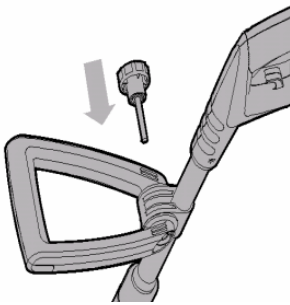
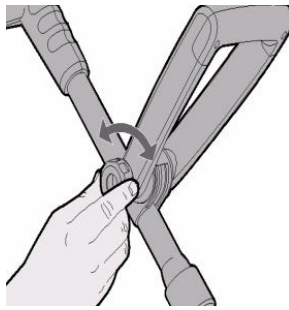

Рисунок 3
Рисунок 4
- встановіть рукоятку (10) на кронштейні, вставте у співпадаючі отвори болт (рисунок 3) і зафіксуйте це положення гайкою (11) (рисунок 4).